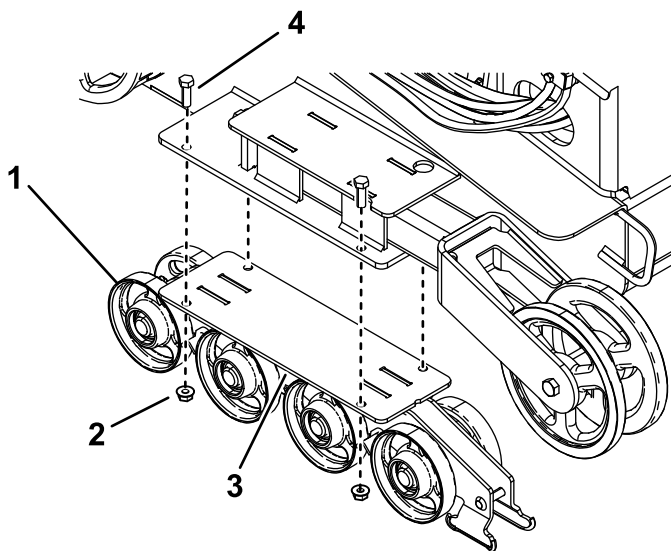

Figura 49
4. Retire los 4 pernos y tuercas que sujetan cada guía de oruga inferior, que contienen las ruedas de rodaje, y retírelas (Figura 49).